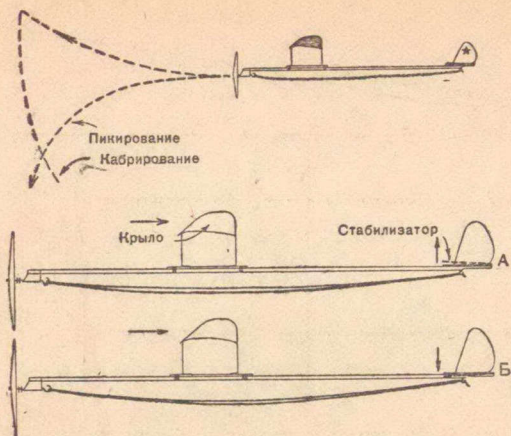

Рис. 65. Регулировка модели при помощи стабилизатора.
1. Модель взмывает, затем падает на хвост, или, как говорят, к а б р и р у е т. В этом случае крыло нужно передвинуть немного назад (рис. 65). Если стабилизатор будет сделан регулирующимся, можно, не передвигая назад крыло, поднять переднюю кромку стабилизатора кверху (рис. 65, А). У нашей модели можно под переднюю кромку подложить тонкую полоску фанеры.
или поднять заднюю кромку стабилизатора кверху (рис. 65, Б).